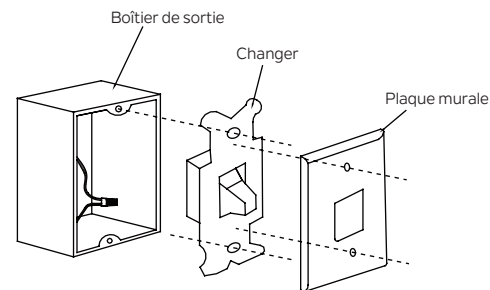

Fig. 22
Étape 1. Retirez la plaque murale existante et l'ancien interrupteur de la boîte de prise murale. Câblez les fils NOIR (chauds) avec le connecteur et repoussez à l'intérieur de la boîte de sortie. (Fig. 22)